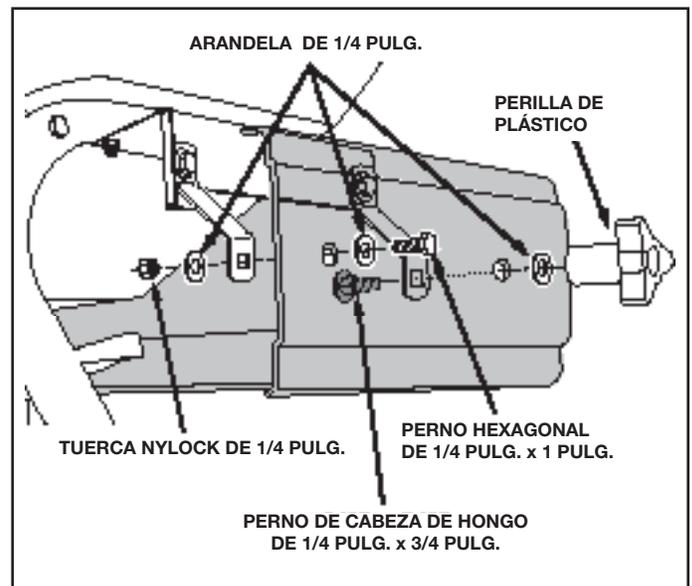

FIGURA 7
- Ensamble el blindaje del esparcidor en los soportes de rótula delanteros usando dos pernos de cabeza de hongo de 1/4 pulg. x 3/4 pulg., arandelas de 1/4 pulg. y las dos perillas de plástico de 1/4 pulg. Véase la Figura 7.
- Ensamble el blindaje del esparcidor en los soportes de rótula posteriores usando dos pernos hexagonales de 1/4 pulg. x 1 pulg., cuatro arandelas de 1/4 pulg. y dos tuercas Nylock de 1/4 pulg. **Apriete** las tuercas de modo que el soporte de rótula pueda aún girar libremente. Véase la Figura 7.